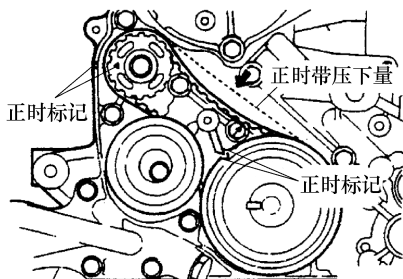

图 4-54 检查正时带挠度
6) 用食指压下正时带 B 的张紧器一侧的中央部分，正时带压下量为 5 ~ 7mm，如图 4-54 所示。